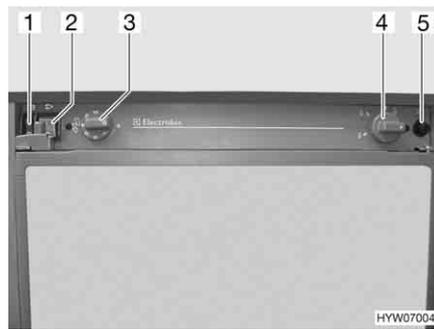

Fig. 44 Elementi di comando del frigorifero
- Posizionare l'interruttore a 230 V  (Fig. 44,2) su "0".
- Posizionare l'interruttore a 12 V  (Fig. 44,1) su "0".
- Ruotare il pomello girevole (Fig. 44,4) in posizione Fiamma alta "▲", premerlo e tenerlo premuto finché il gas non arriva al bruciatore.
- Premere il pulsante di accensione (Fig. 44,5) più volte con forza a brevi intervalli.
- Posizionare l'interruttore a 230 V  (Fig. 44,2) su "I".
- Impostare con il termostato del pomello girevole "▲" (Fig. 44,3) la temperatura di refrigerazione desiderata fra "1" e "7".
- Posizionare l'interruttore a 12 V  (Fig. 44,1) su "I".